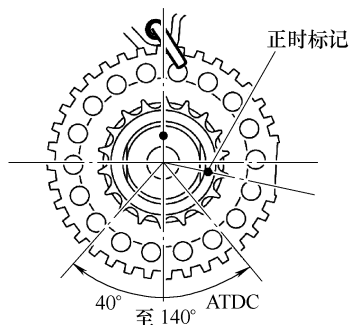

图 1-222 调整曲轴正时标记位置
② 如图 1-222 所示, 将曲轴的正时标记置于 40°至 140°ATDC 之间。